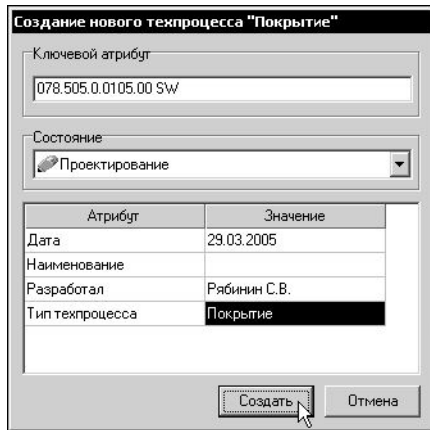

Рис. 12.9. Ввод атрибутов нового объекта ТП
4. В новом окне **Создание нового техпроцесса** обязательно заполните поле **Ключевой атрибут** и присвойте состояние «Проектирование». При необходимости введите значения остальных атрибутов объекта (рис. 12.9).